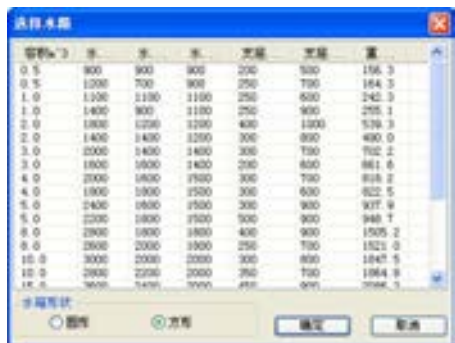

图 4-4 【选择水箱】对话框
- “标准水箱”按钮：单击该按钮，系统弹出如图4-4所示的【选择水箱】对话框。在其中点取任意一标准水箱型号的尺寸，数据即可导入到“水箱参数”选项组中。